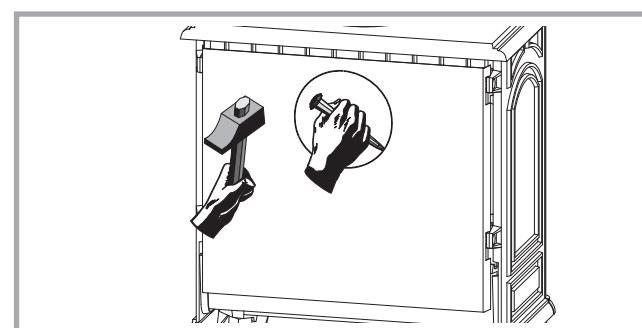

Figure 3 - Découpe de l'écran pare-chaleur
- Remplacer l'écran pare-chaleur arrière après avoir découpé l'emplacement du départ fumée (fig. 3, p. 5).